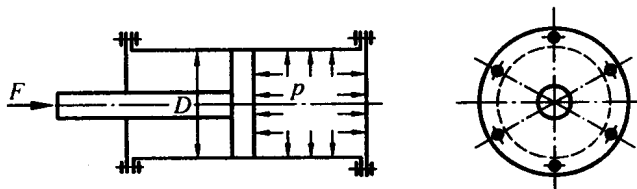

图 2-7
2.7 如图 2-7 所示,油缸盖与缸体采用 6 个螺栓连接。已知油缸内径 $D = 350 \text{ mm}$,油压 $p = 1 \text{ MPa}$ 。若螺栓材料的许用应力 $[\sigma] = 40 \text{ MPa}$,求螺栓的内径。